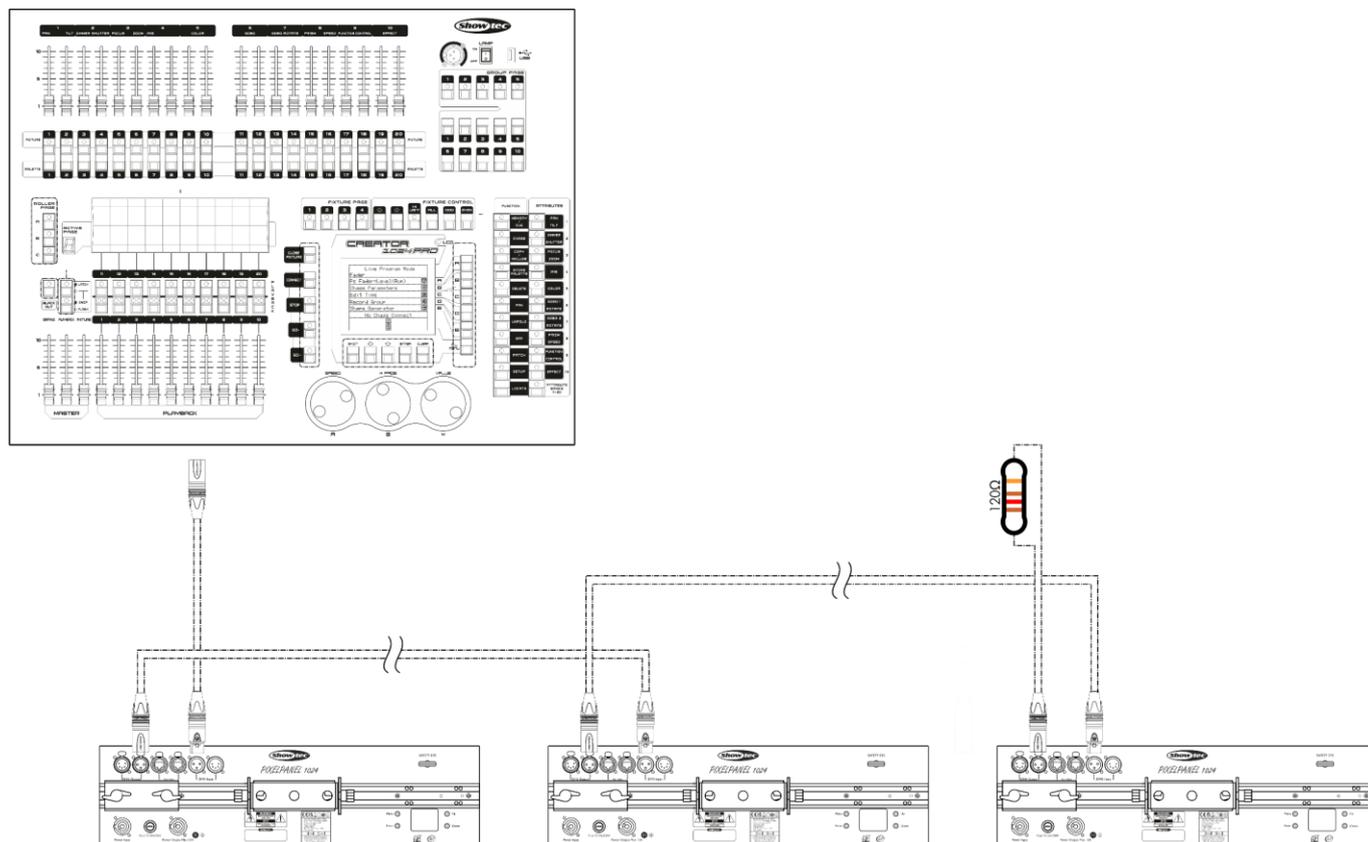

Fig. 07
- 03) Repita el paso 2 para todos los dispositivos de la conexión en cadena como se indica en la Fig. 07.